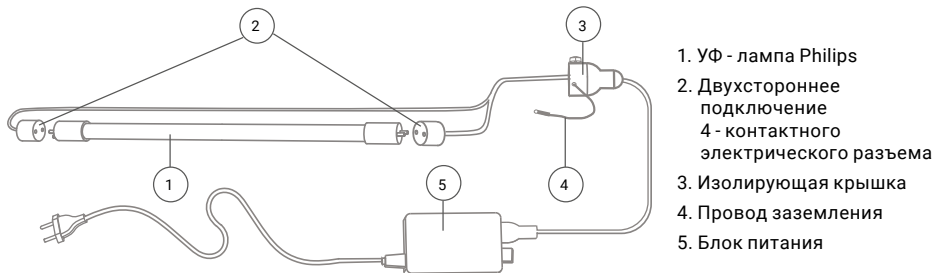

Рис. 4. Способ подключения УФ-лампы Philips.
**Примечание:** Схема подключения УФ-лампы указана на рис. 4 и рис. 5.